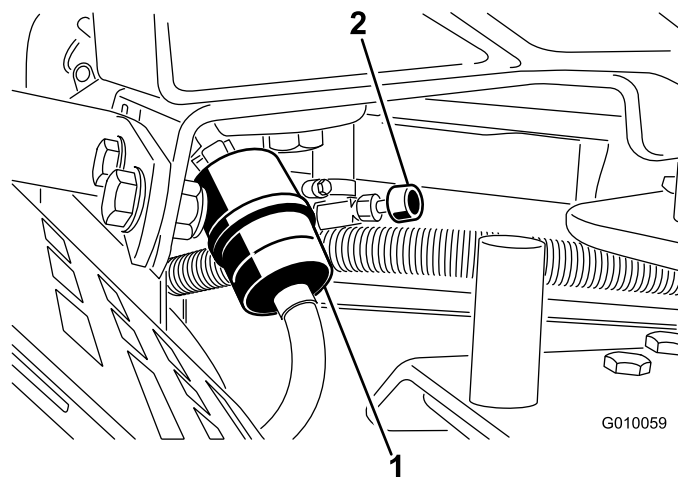

図 51
2. 燃料バルブを閉じる (図 51)。
3. 古いフィルタのクランプをゆるめて脇に寄せる (図 51)。
5. 新しいフィルタをホースに取り付け、クランプで固定する (図 51)。
7. 燃料バルブを開く (図 51)。
3. 燃料フィルタについているクランプをゆるめ、フィルタからはずす (図 51)。
4. フィルタから燃料ホースを抜き取る (図 51)。燃料バルブを開き、排出される燃料を容器に受ける。
5. フィルタに燃料ホースをつなぎ、クランプで固定する (図 51)。